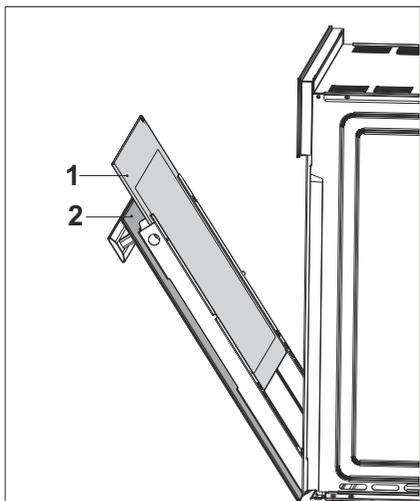

Fig. 32
- Rimuovere il vetro interno dell'apparecchio per pulirlo (Fig. 32).